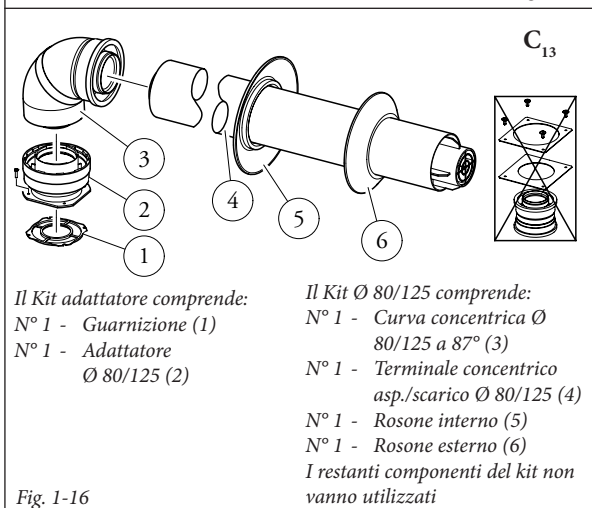

Fig. 1-16
Kit orizzontali di aspirazione - scarico \varnothing 80/125. Montaggio kit (Fig. 1-16): per l'installazione del kit \varnothing 80/125 occorre utilizzare il kit adattatore flangiato per poter installare il sistema fumario \varnothing 80/125. Installare l'adattatore flangiato (2) sul foro centrale della caldaia interponendo la guarnizione (1) posizionandola con le sporgenze circolari verso il basso a contatto con la flangia di caldaia e serrare con le viti presenti nel kit. Innestare la curva (3) con lato maschio (liscio) sino a portarla in battuta sull'adattatore (1). Innestare il tubo terminale concentrico \varnothing 80/125 (5) con lato maschio (liscio), nel lato femmina della curva (4) (con guarnizioni a labbro) sino a portarlo in battuta, accertandosi di avere già inserito il relativo rosone interno (6) ed esterno (7), in questo modo si otterrà la tenuta e la giunzione degli elementi che compongono il kit.